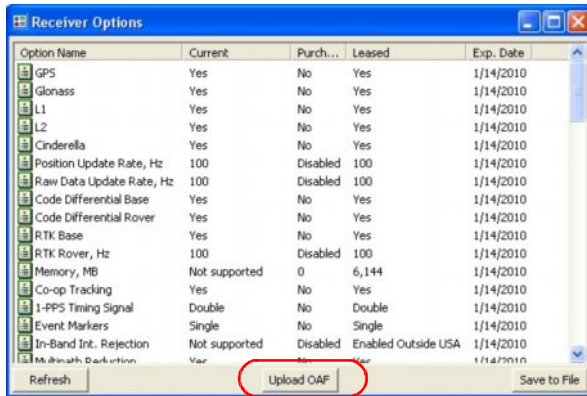

Рис. 5-5. Опции приемника
2. Нажмите кнопку Upload OAF в нижней части окна Receiver Options (см. Рис. 5-5).